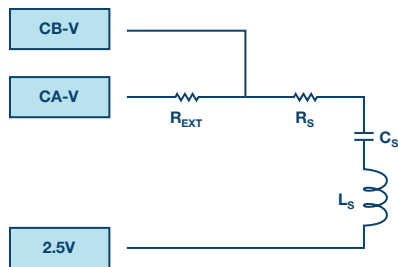

図1. インピーダンス測定の対象とする RLC直列回路
1. R_{EXT} （1kΩ）、 R_S （470Ω）、 C_S （1.0μF）、 L_S （20mH）を使って図1に示したRLC直列回路を構成します。